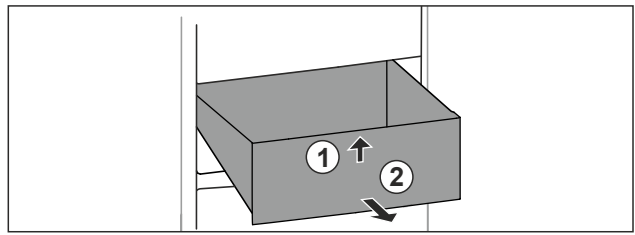

Fig. 69
- ▶ Приподнимите выдвижной ящик спереди. Fig. 69 (1)
- ▶ Извлеките выдвижной ящик движением вперед. Fig. 69 (2)